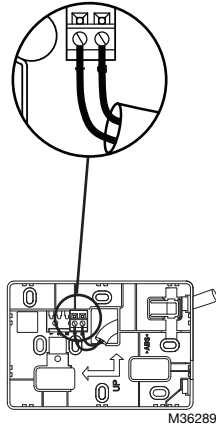

Abb. 5. Anschließen der Leitungen an die Schraubklemmen.
Verdrahten Sie den Schraubklemmenblock wie in Abb. 5 gezeigt:
3. Überprüfen Sie die in Abb. 5 gezeigte Anschlussklemmenverdrahtung.